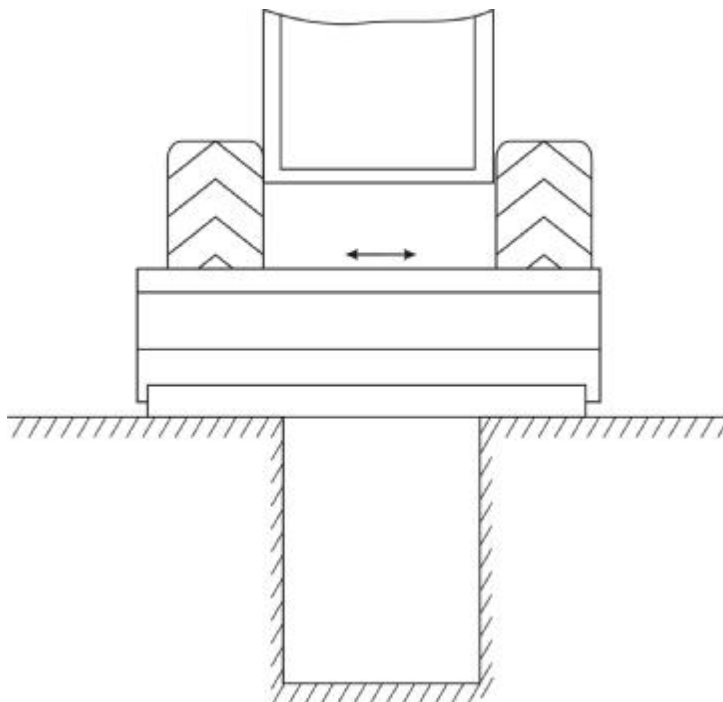

Рисунок 17 Использование смотровой ямы для замены ножей ротора косилки
2. Заехать трактором на смотровую яму (рис. 17) и опустить косилку. Выключить двигатель трактора. Снять карданный вал косилки с ВОМ трактора. Заменить ножи, к которым есть доступ, спустившись в яму. Для доступа к остальным ножам передвинуть корпус косилки гидроцилиндром горизонтального перемещения в нужную сторону.